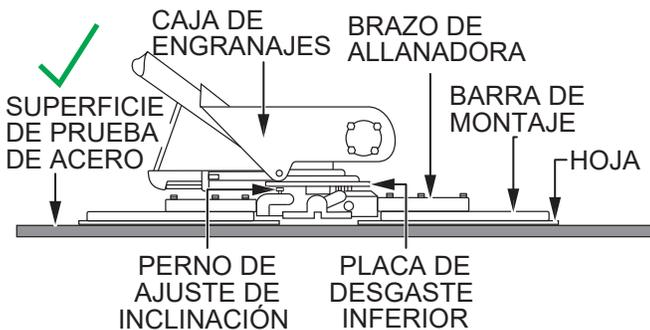

Figura 60. Hojas inclinadas hasta una posición plana (correcta)
2. Inclíne las hojas para ponerlas tan planas como sea posible (Figura 60). Los pernos de ajuste de inclinación apenas deben hacer contacto (holgura máxima de 0.10") con la placa de desgaste inferior. Todos los pernos de ajuste deben estar separados una misma distancia de la placa de desgaste inferior. Si alguno de los pernos no hace contacto, es necesario un ajuste.